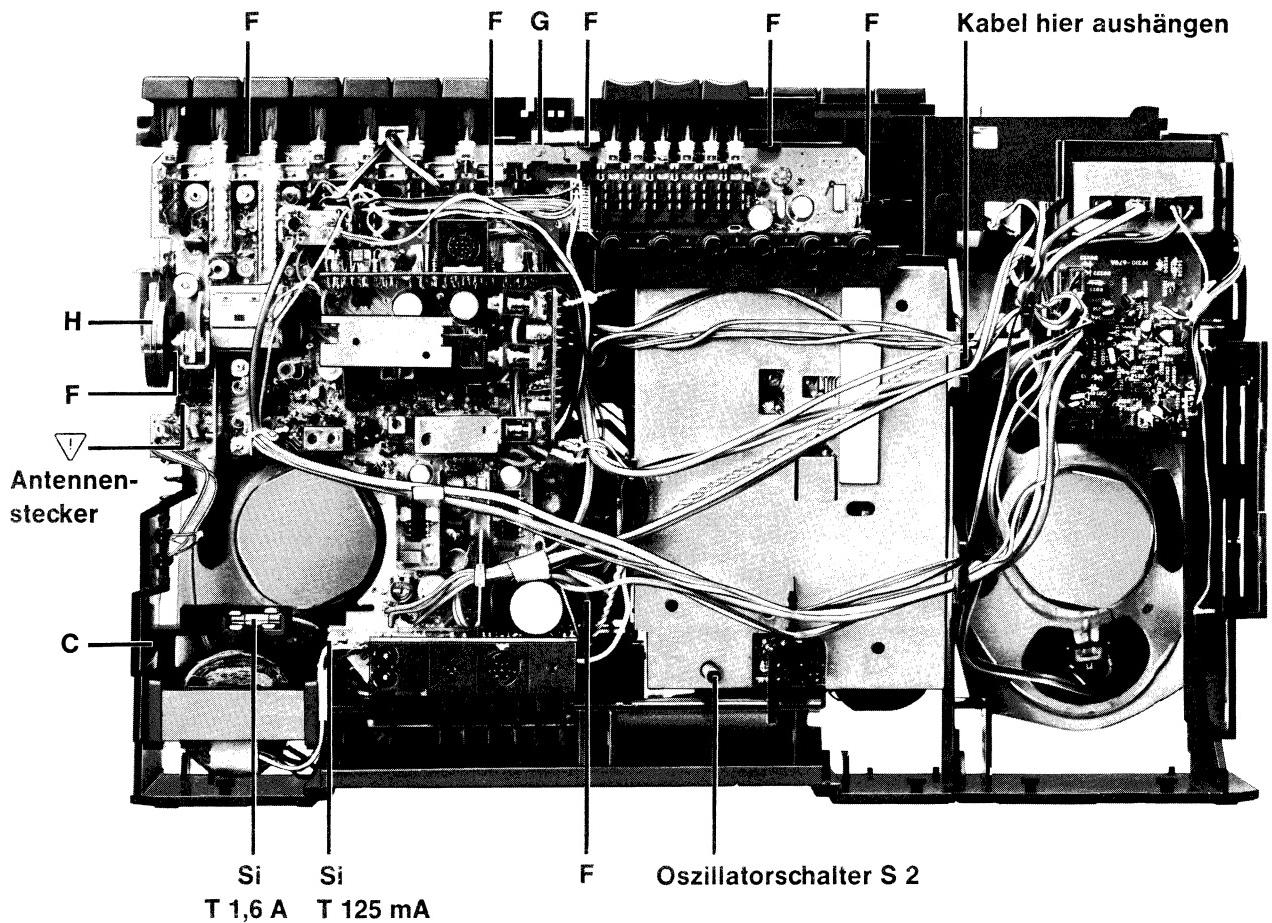
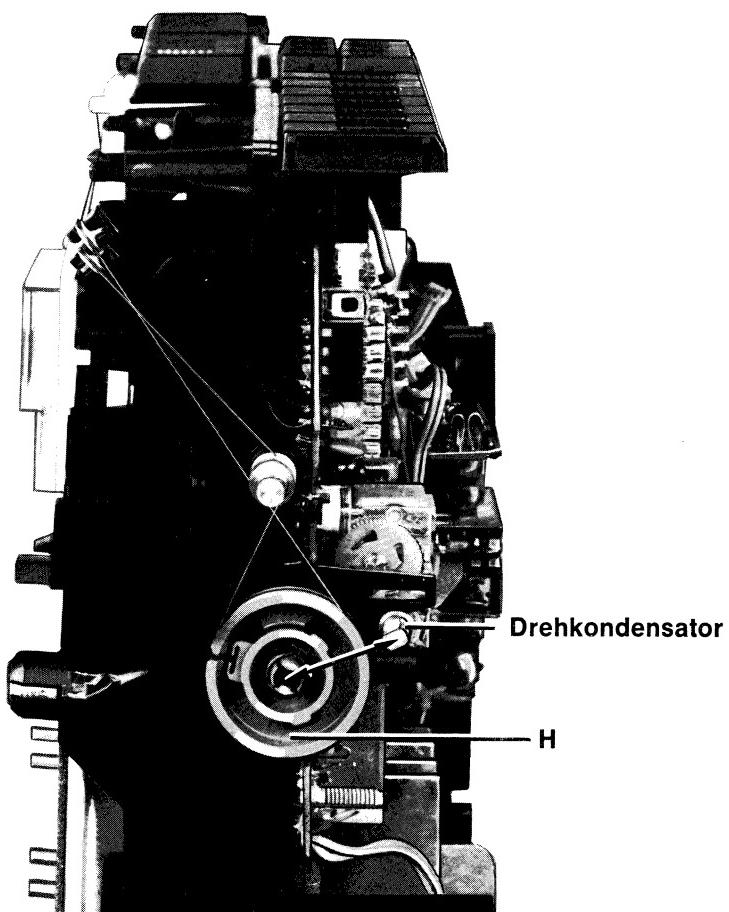

Bild 2
Bild 5
### 2.6 Ausbau des Trafos [Bild 2]
- Kabelverbindungen aus den Kabelhalterungen aussägen [Bild 2].
- Ferritantenne **G** ablöten [Bild 2, 4].
- Mitnehmerscheibe **H** am Drehkondensator abziehen [Bild 2], Mitnehmerscheibe auf Plastikzapfen am Gehäuse stecken [Bild 5].
- 7 Schnapphaken **F** lösen [Bild 2].